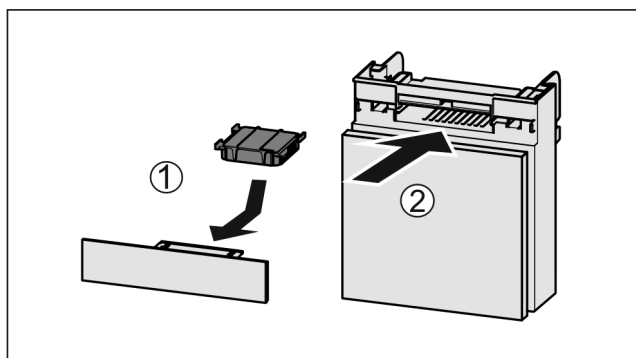

Fig. 49
- ▶ Inserire il vano Fig. 49 (2).